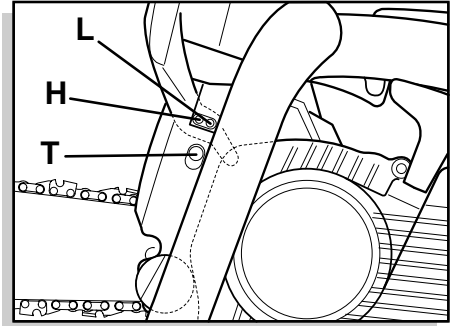

fig. 10
a) PRÉ-REGULAÇÃO DO PARAFUSO DE DOSAGEM DO MÍNIMO SIGLA “L” (fig. 10).
b) PRÉ-REGULAÇÃO DO PARAFUSO DE DOSAGEM DO MÁXIMO SIGLA “H” (fig. 10).